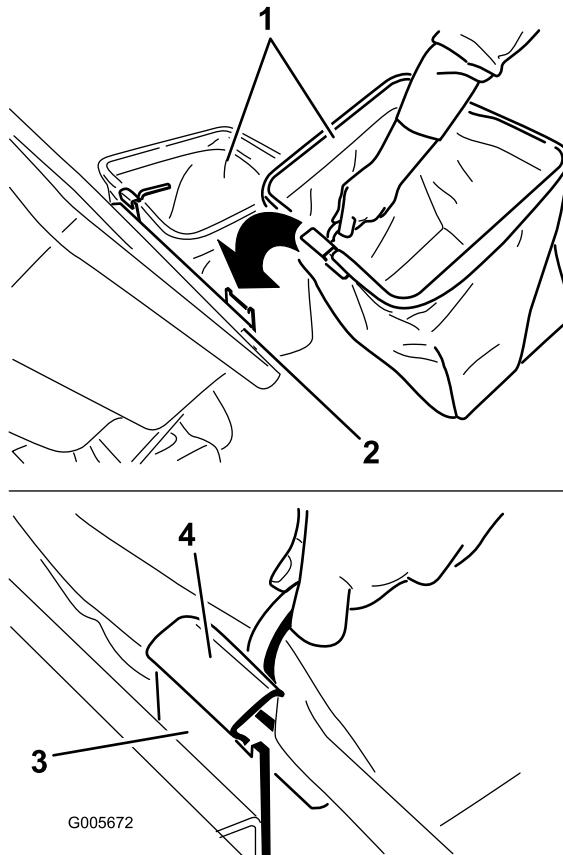

Figura 18
- Levante la tapa del ensacador e instale las bolsas, colocando el enganche del bastidor de cada bolsa sobre los soportes de retención (Figura 18).